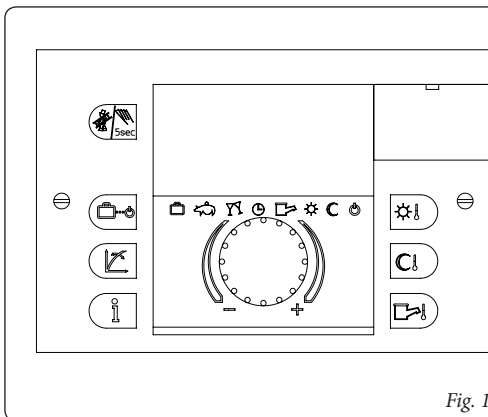

Fig. 1-6
- Il regolatore di cascata e zone (Fig. 1-6) viene collegato alla caldaia tramite due soli fili ed è alimentato a 230 V e consente di: